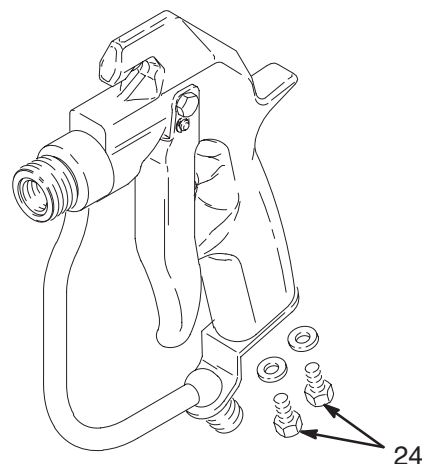

Fig. 9 04733
5. Extraiga los tornillos (24). Vea la Fig. 9.